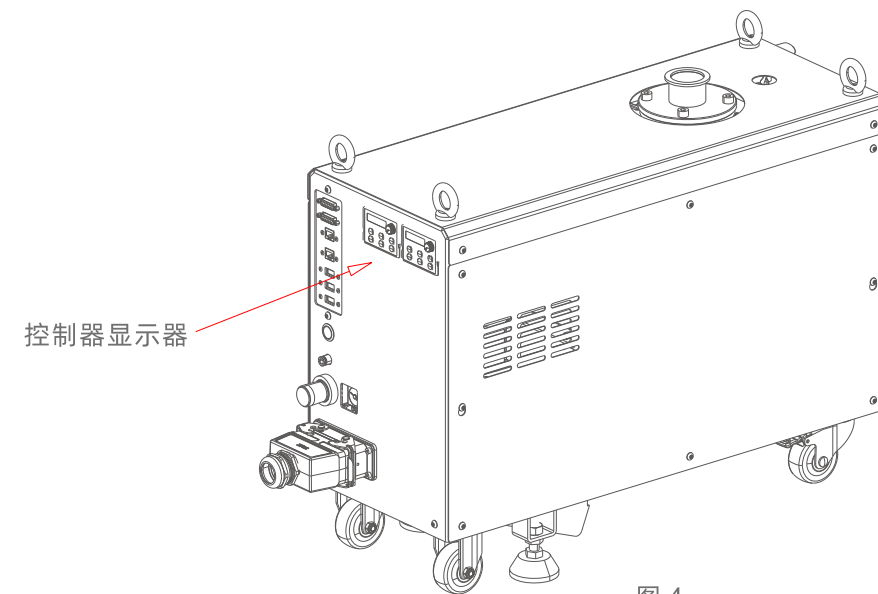

图 4
如图4所示，控制器显示器在图示位置。
在高粉尘、高腐蚀性、高水蒸气工况环境中，若重复出现非计划停机，可能是固液混合物附着在泵间隙内，使得负载增大。可以按照图4的要求，记录控制器的错误码
- 1.按照图4要求，检查控制器电流是否正常；